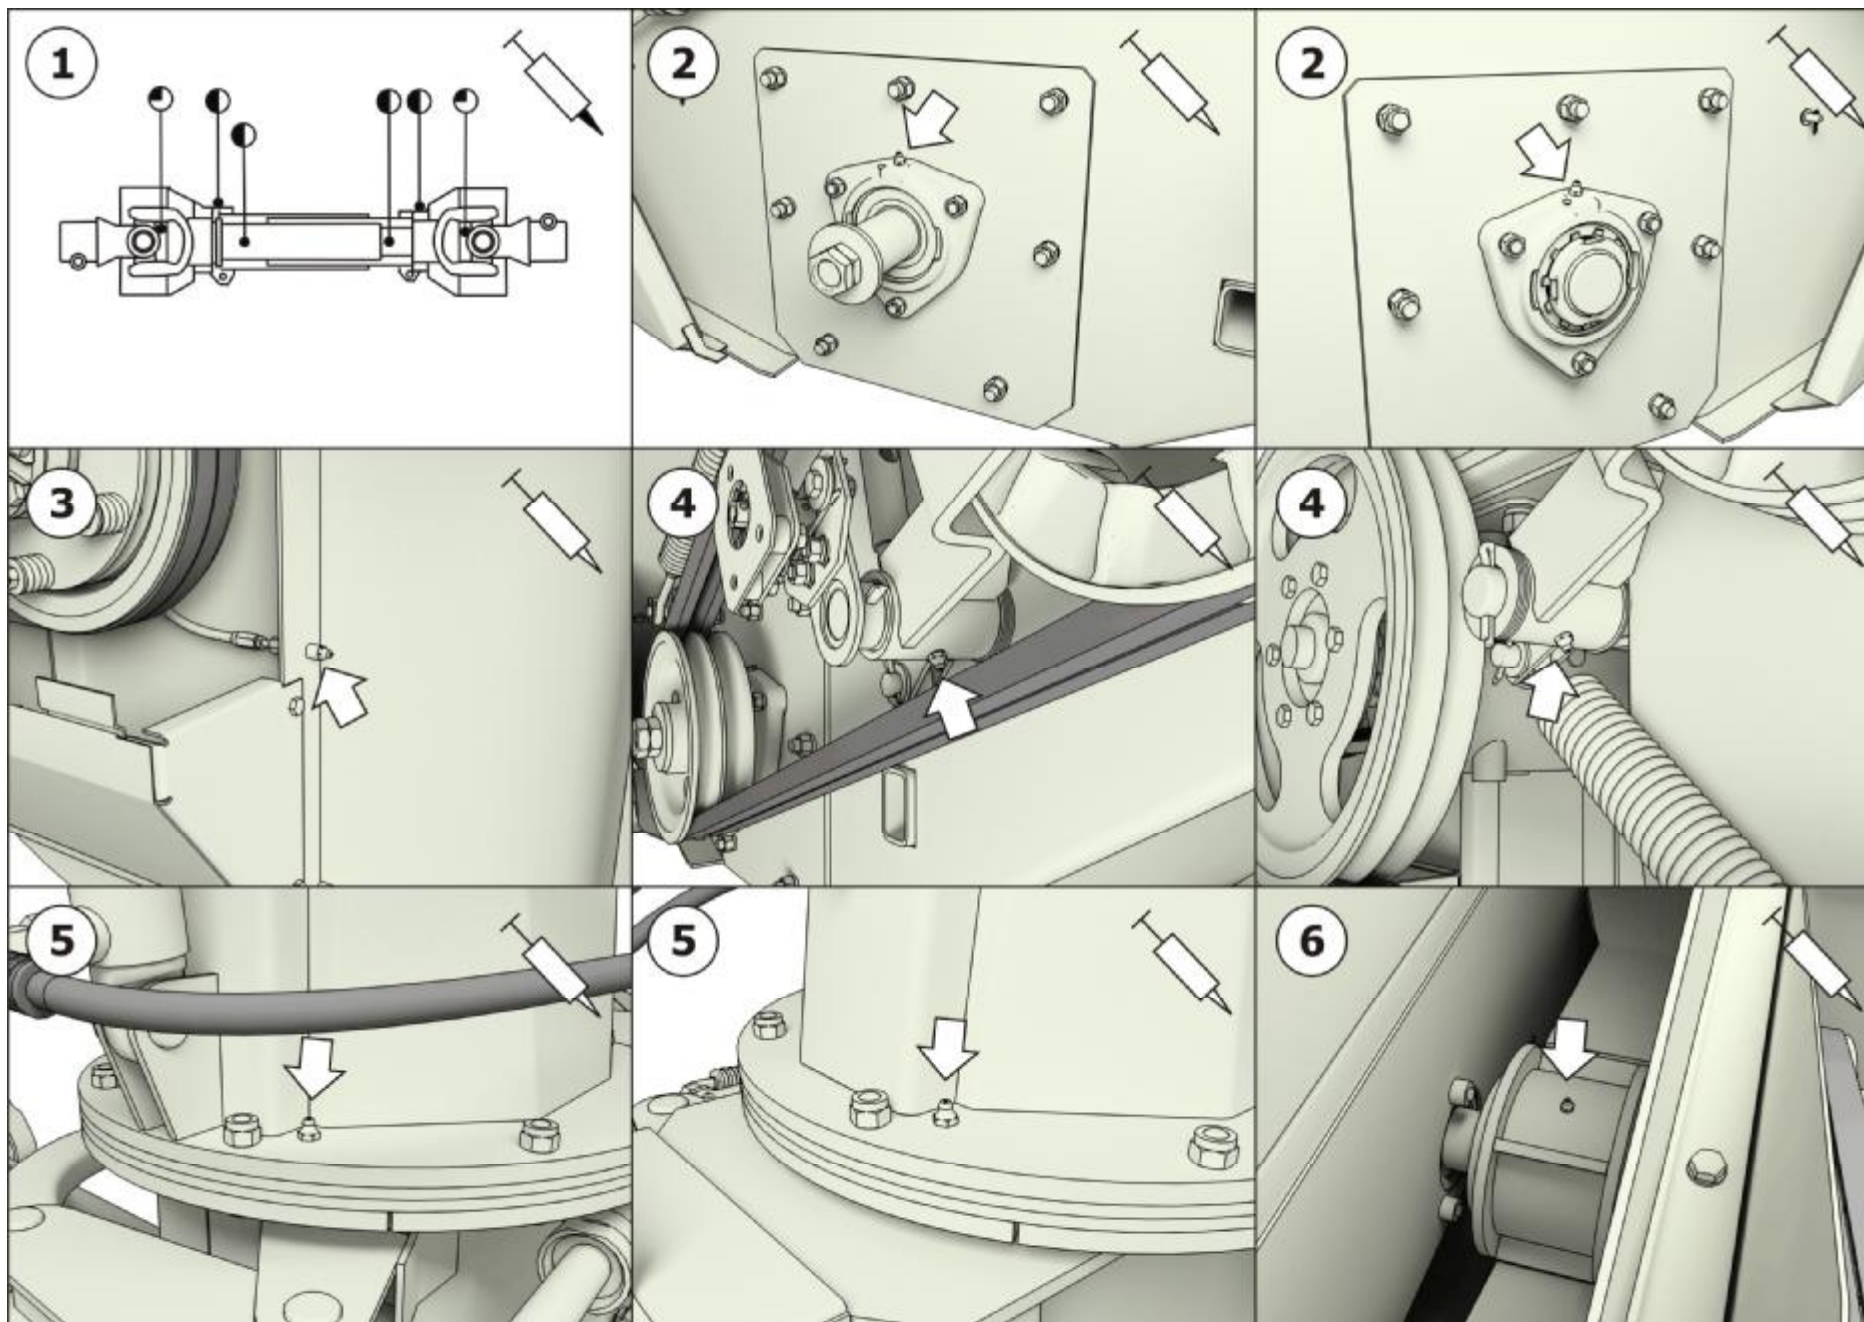

Рис. 17 Места смазки косилки
*- согласно рис. 17 и таблице 4.